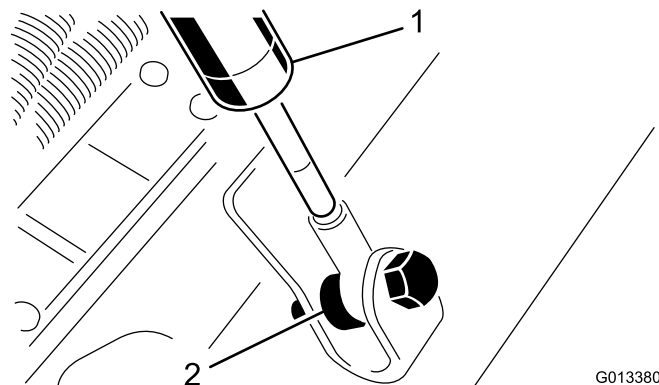

Figura 6
9. Retire os parafusos, espaçadores e porcas flangeadas que prendem a outra extremidade dos amortecedores à unidade de corte (Figura 6).